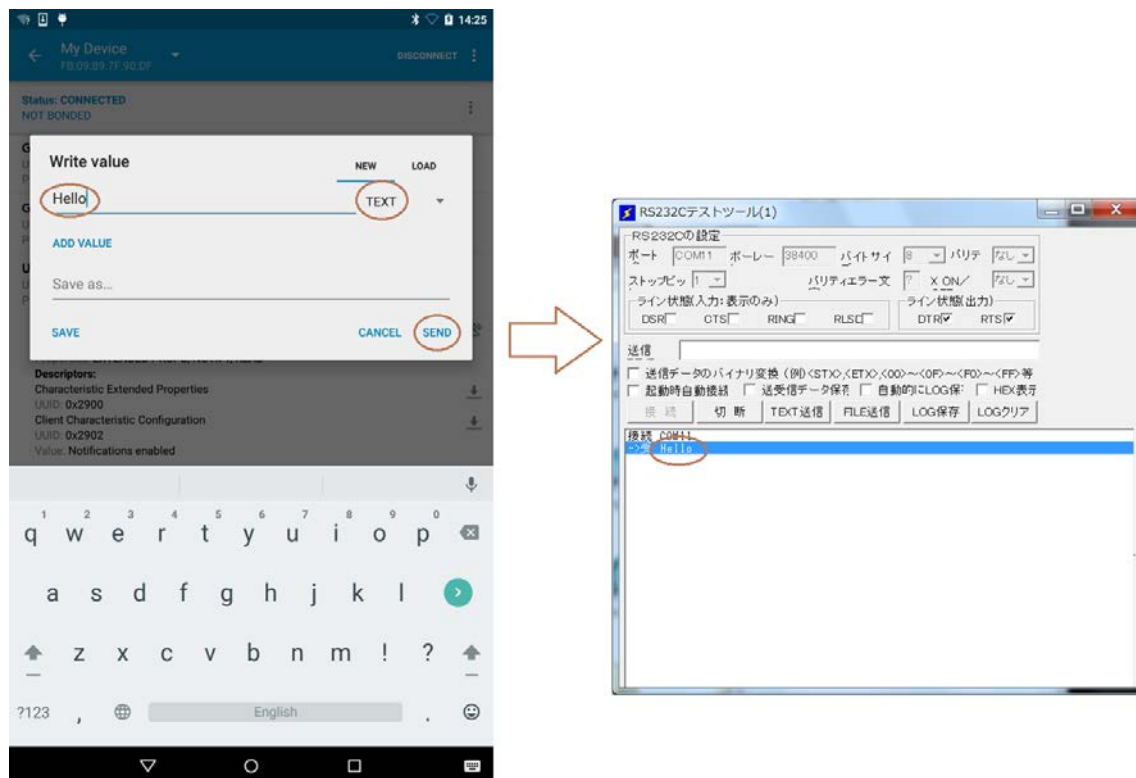

図 2-16 スマート端末→パソコン通信テスト
6. 図 2-16のように「Rs232cTool.exe」ウィンドウにある「送信データ」テキストボックスに“OK”テキストメッセージを入力します。「TEXT 送信」ボタンをクリックすると、ウィンドウ下部コンソールに“送-> OK”と“->受 OK”の2行メッセージが表示されます。同時にスマート端末に表示される「Unknow Characteristic UUID:adac0003.....」キャラクターリスティックの値（Value）は“(0x)4F-4B OK”が表示され、パソコン→スマート端末通信成功を示します。